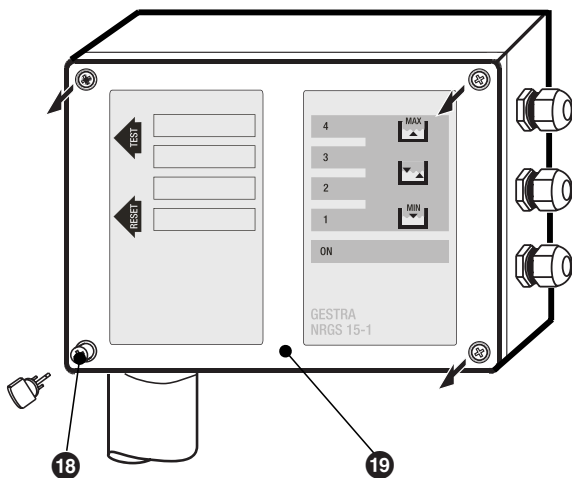

Fig. 3
2. In die Beschriftungsfelder auf dem Deckel kann für jeden Elektrodenstab die Funktion mit einem wasserfesten Stift eingetragen werden (siehe **Fig. 3**).